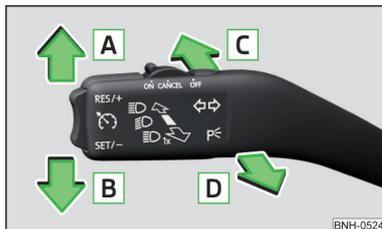

Abb. 40
- Den Blinkerhebel (» Abb. 40 auf Seite 61) zum Lenkrad ziehen, nach unten schieben und in dieser Stellung halten.
- Den Blinkerhebel (» Abb. 40 auf Seite 61) zum Lenkrad ziehen, nach oben schieben und in dieser Stellung halten.
Bedienungshebelstellungen » Abb. 40